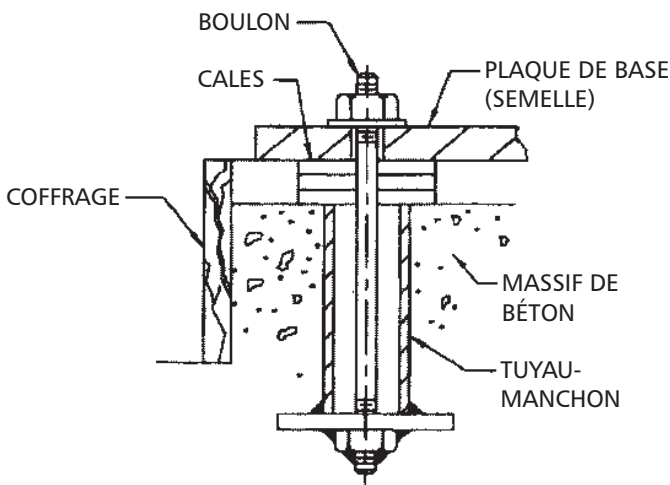

Figure 3
3. L'ancrage type se fait avec des boulons et des tuyaux-manchons noyés dans le béton (fig. 3). Le diamètre intérieur des tuyaux-manchons équivaut normalement à 2½ fois le calibre des boulons.